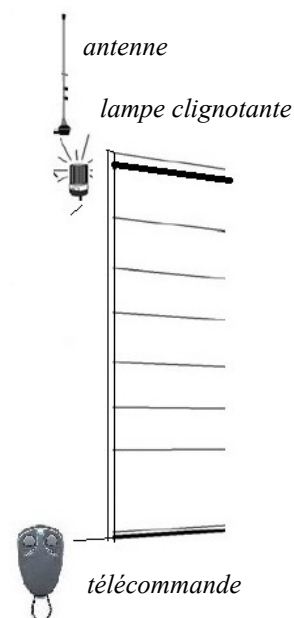

Figure 2 : Vue de l'extérieur du garage
6) quel est le rôle de la lampe clignotante présente dans la figure 2 du document 1?